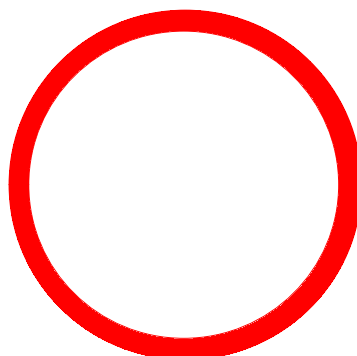

Figura 3. Señal de restricción o limitación
9.3 De restricción o limitación (véase figura 3)